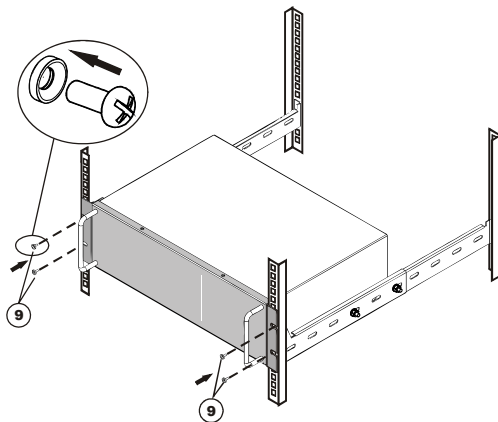

Рисунок 2 – Крепление изделия к вертикальным стойкам шкафа
- Используя четыре винта М6х16 с декоративной шайбой **9**, прикрепите изделие к вертикальным стойкам шкафа (см. рис. 2).